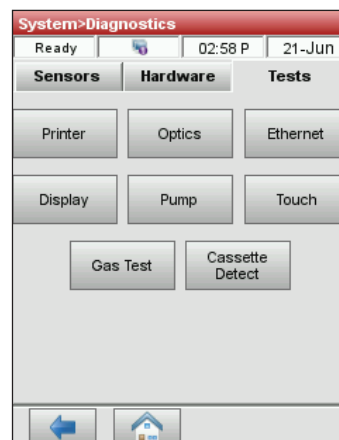

Figura 28. Gestione sistema> Diagnostica> Test> Pompa
10. Premere **Pompa** (Figura 28) per verificare il motore della pompa. La pompa dovrebbe ruotare regolarmente senza produrre rumore eccessivo. Questo test diagnostico passa automaticamente attraverso tutte le velocità utilizzate durante il normale funzionamento (7.5-120 rpm) e poi ritorna alla scheda Diagnostica> Test.